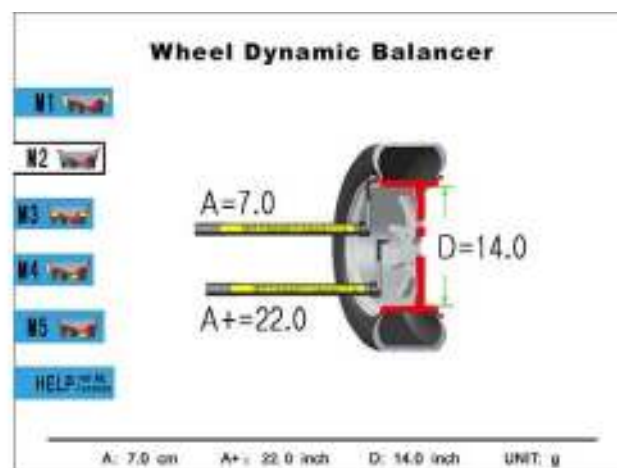

Figure 7-4
7.3.1 Нажмите кнопку “2” система войдет в режим балансировки M2 (как на рис. 7-4), M2 мерцает и показаны цифры A=7.0, A+=22.0, D=14.0